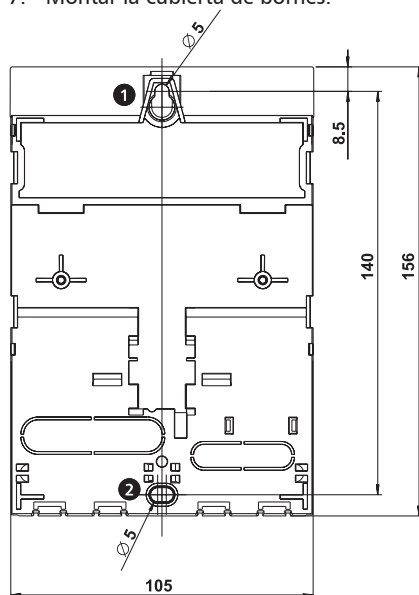

Fig. 2: Lado posterior del regulador con aperturas de montaje superior ❶ e inferior ❷
2. Enroscar el tornillo para la apertura de montaje superior ❶ (Fig. 2), hasta que la cabeza del tornillo sobresalga una distancia de 5 ... 7 mm con respecto a la superficie de montaje.
4. Marcar la apertura de montaje inferior ❷ a través de la caja del regulador.
6. Enganchar el regulador en la apertura de montaje superior ❶ y fijar con el tornillo a través de la apertura de montaje inferior ❷.